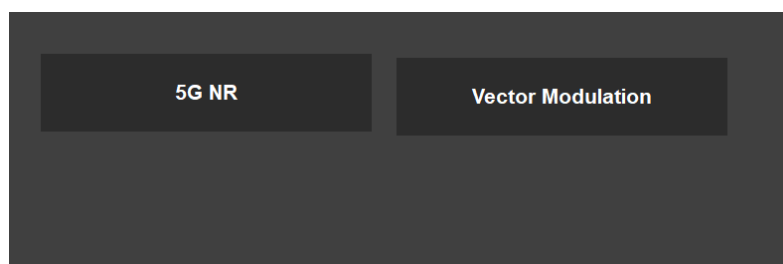

图 4.3 信号类型选择
- 点击屏幕 BaseBand ON 按钮，打开基带，然后点击 BaseBand 选择相应的模式，如图 4.3 所示。